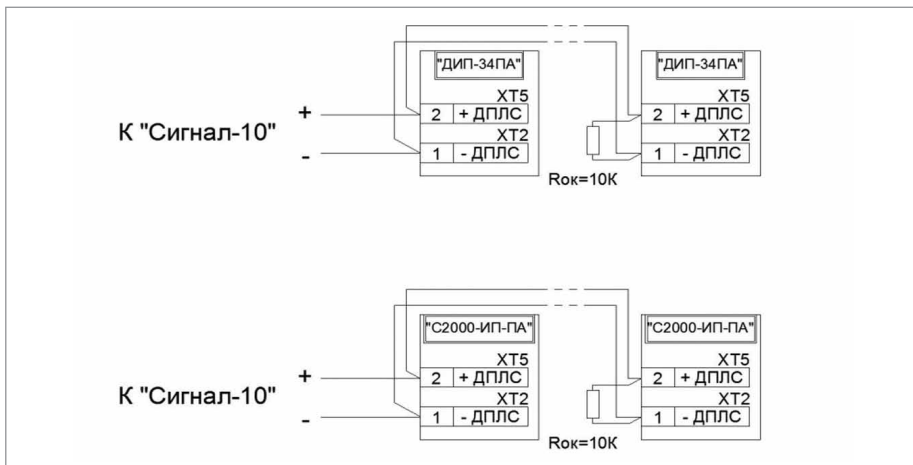

Рисунок 6. Схема подключения извещателей ДИП-34ПА, С2000-ИП-ПА
6. Схемы подключения адресно-пороговых датчиков приведены на рис. 6, 7.